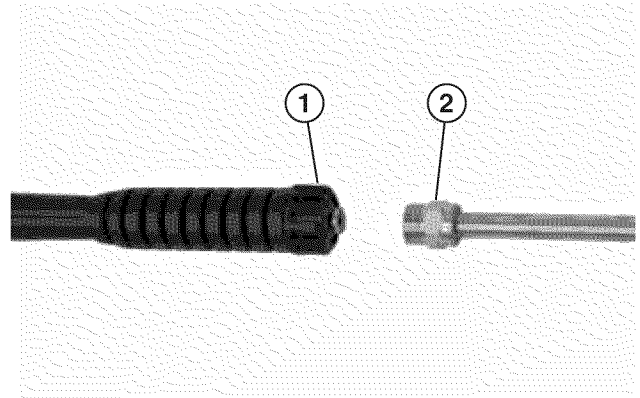

Figura 23 – Conexión de varilla pulverizadora
10. Conecte la varilla a la pistola atomizadora y gire el accesorio en sentido contrario a las agujas del reloj para ajustarlo (Ver Figura 23). No apriete demasiado. El accesorio sólo se debe ajustar a mano.